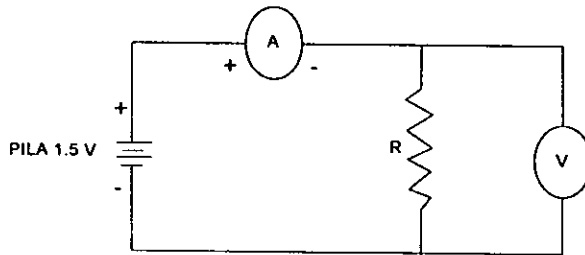

Fig. 3
o) Arme el dispositivo de la fig. 3, usando la pila usada y la resistencia de 100 ohms